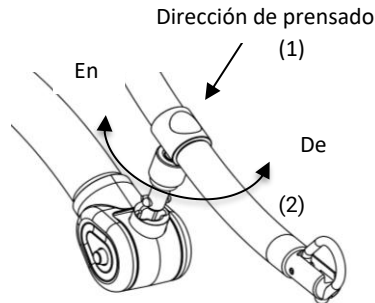

Fig. 1.6H
6. Acople la percha. Gire el punto de acoplamiento de forma que señale hacia arriba, inserte la percha y gire 90° en sentido horario mientras presiona firmemente hacia abajo (Fig. 1.6H).